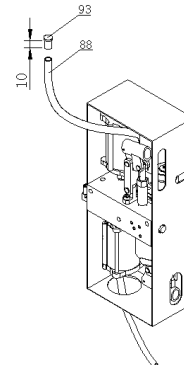

Fig. 2
Remover o bujão (93) da linha de óleo (88), cortando a mangueira de óleo com o bujão mais ou menos 10 mm . (ver Fig. 2).